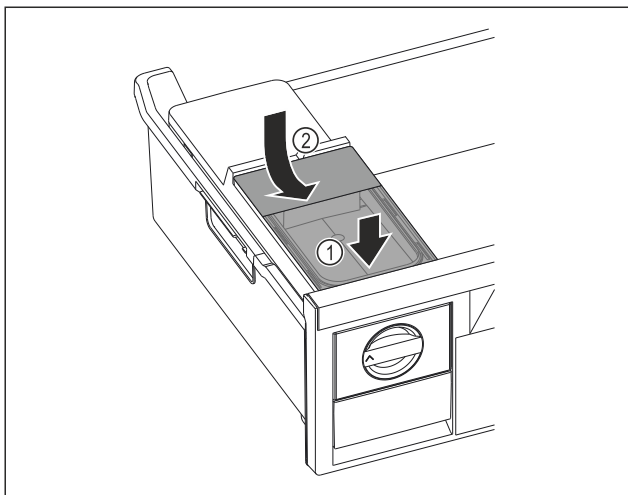

Fig. 99
- ▶ Помістити бак для води спереду. Fig. 99 (1)
- ▶ Опустити бак для води ззаду. Fig. 99 (2)